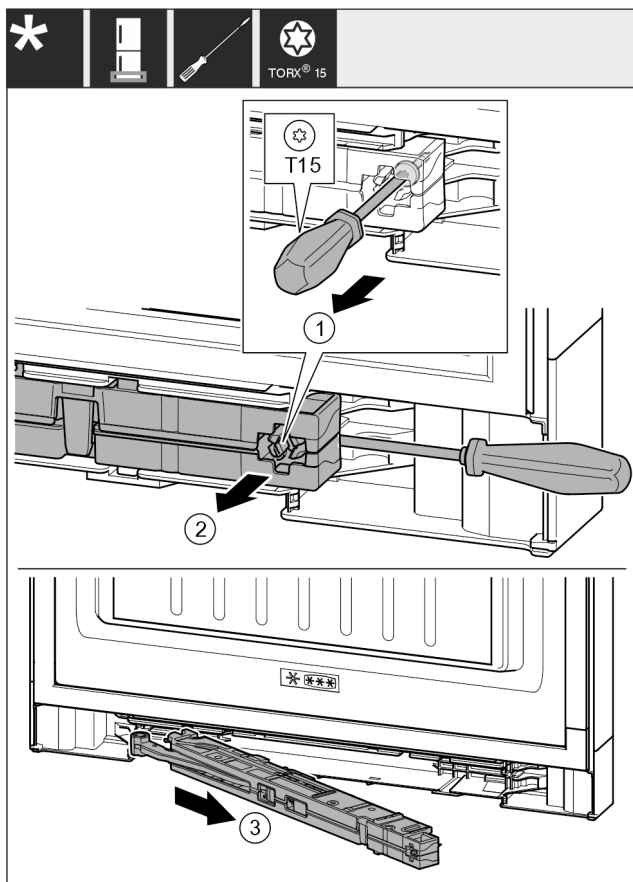

Fig. 17
- ▶ Ослабьте винт на узле амортизатора закрывания двери с помощью отвёртки T15 примерно на 14 мм. Fig. 17 (1)
- ▶ Переместите отвёртку со стороны ручки за узел амортизатора. Поверните узел вперед. Fig. 17 (2)
- ▶ Извлеките узел. Fig. 17 (3)